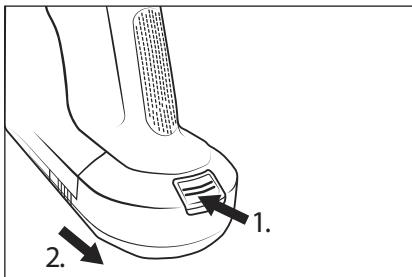

Fig. 13
- ♦ Per rimuovere la batteria ② dall'apparecchio, tenere premuto il tasto di sblocco batteria ① e sfilare la batteria ② dall'apparecchio (vedere fig. 13).